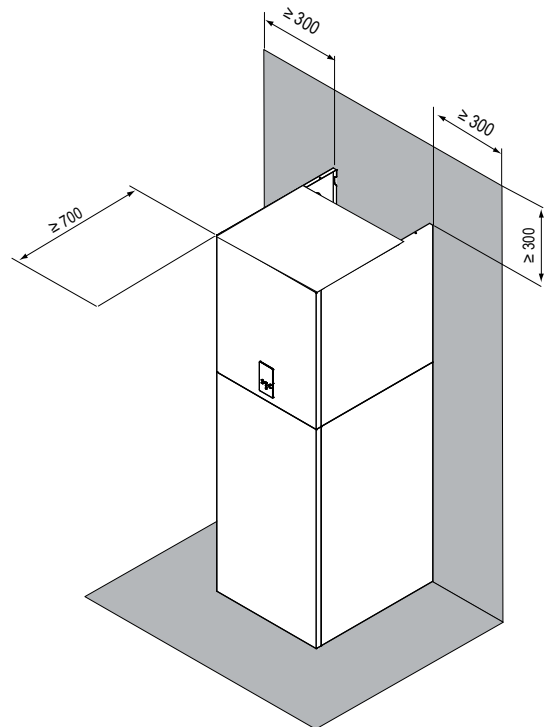

fig. 8 - minimale gebruikruimte voor de binneneenheid
- De ruimte rond het toestel is voldoende voor onderhoud, zie fig. 8.